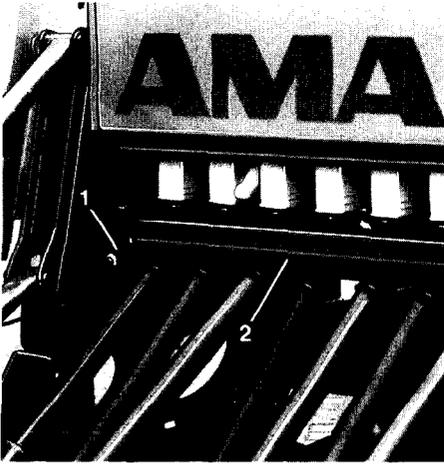
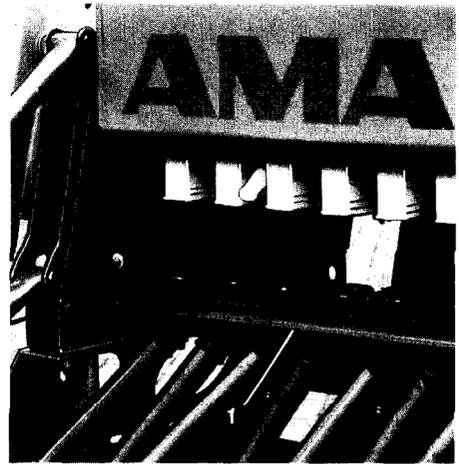

Fig. 49
Fig. 50
- Die Riegel (Fig. 49/1) zu beiden Seiten der Trichterschiene so verdrehen, bis die Trichterschiene nach hinten aus den Halterungen herausgezogen werden kann.
- Trichterschiene (Fig. 49/2) absenken und mit den oberen Abkantungen, wie in Fig. 50 gezeigt, wieder in die Halterungen schieben.